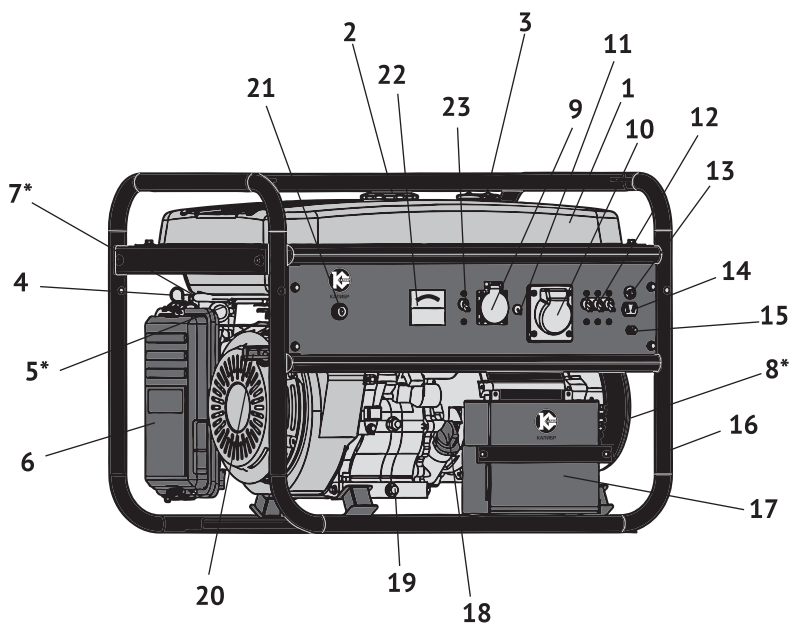

рис.1
ратора. Передача осуществляется через коническое сопряжение ротора генератора и вала двигателя. При этом образуется самоцентрирующаяся трёхопорная схема соединения. С обмоток статора генератора напряжение подводится: через систему стабилизации на розетки переменного тока: однофазного, 230 В (рис.1 поз.9) или 3-х фазного, 380 В (рис.1 поз.10); через выпрямительный блок на розетку постоянного тока 12 В (рис.1 поз.14).
2.4 Общий вид бензогенератора представлен на рис.1
3.2 Бензогенератор оснащён одноцилиндровым четырёхтактным двигателем внутреннего сгорания с верхним расположением клапанов и нижним расположением коленчатого вала. Верхнее расположение клапанов снижает теплонапряжённость двигателя. При этом достигается более высокая выходная мощность в меньшем рабочем объёме при эффективном сгорании топлива. Двигатель имеет карбюраторную систему питания. Смазка осуществляется разбрызгиванием масла в картере. Пуск двигателя осуществляется или ручным тросовым возвратным стартёром (рис.1 поз.20) или ключом замка зажигания (рис.1 поз.21) электрического стартера.
3.4 Двигатель и генератор закреплены на трубчатой раме (рис.1 поз.16) через амортизаторы, что снижает вибрацию аппарата и уменьшает уровень шума при работе. Все элементы бензогенератора имеют удобный доступ для обслуживания и ремонта.
- перевести рычаг воздушной заслонки (рис.1 поз.4) в крайнее левое по-